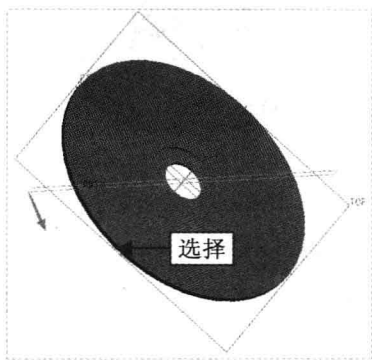

图4-58 选择点和外表面
Step 02 在“功能区”选项板的“模型”选项卡中,单击“基准”面板中的“平面”按钮,弹出“基准平面”对话框,按住【Ctrl】键的同时,依次选择点和光盘的外表面,如图4-58所示。